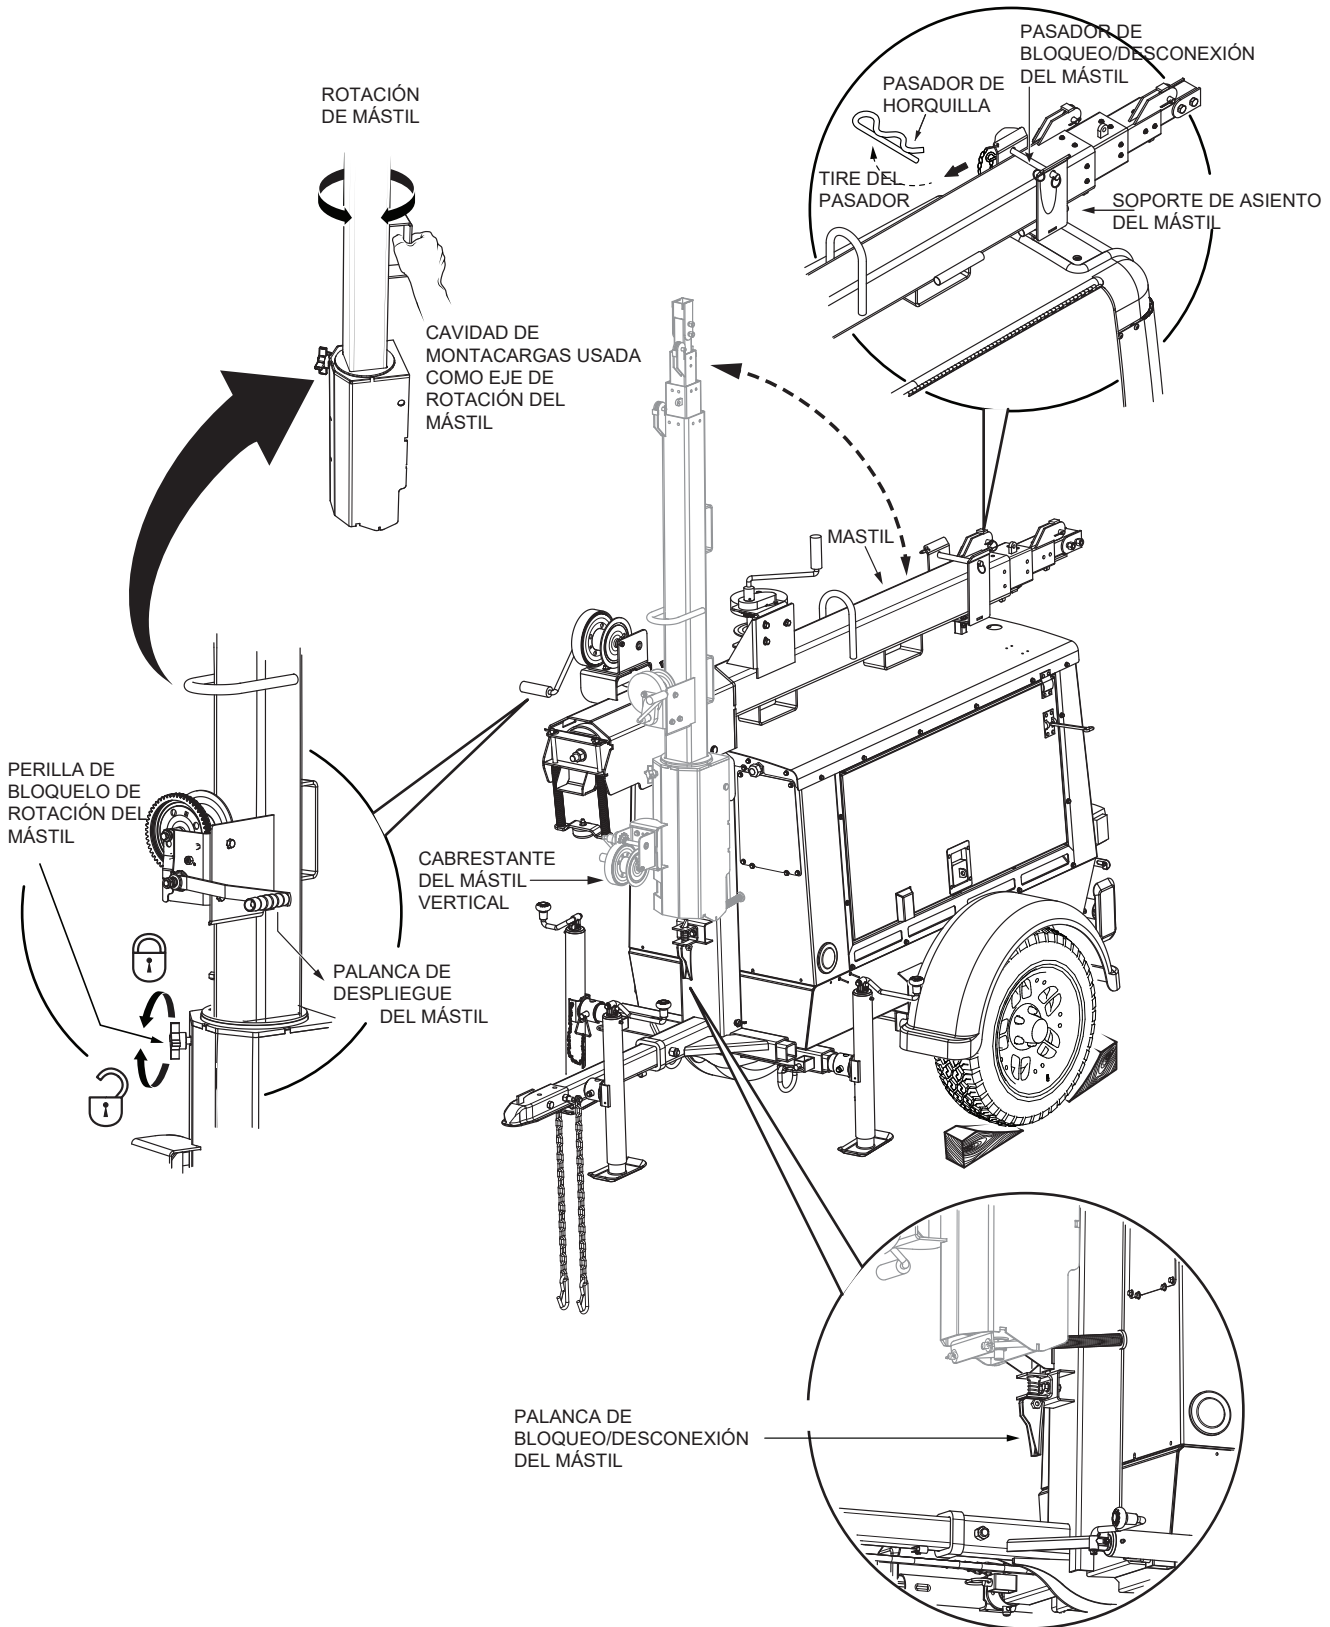

Figura 18. Subida del mástil
1. Para soltar el mástil de su asiento (posición de almacenamiento), quite la horquilla (Figura 18) del pasador de traba/desconexión del asiento.
1. Con el mástil en la posición desplegada (completamente vertical), desenrosque la perilla de traba de rotación del mástil (Figura 18) para soltar el mástil para rotación.
2. Agarre la cavidad del montacargas (Figura 18) cerca del cabrestante de extensión del mástil y gire el mástil hasta que las luces apunten en el sentido deseado.